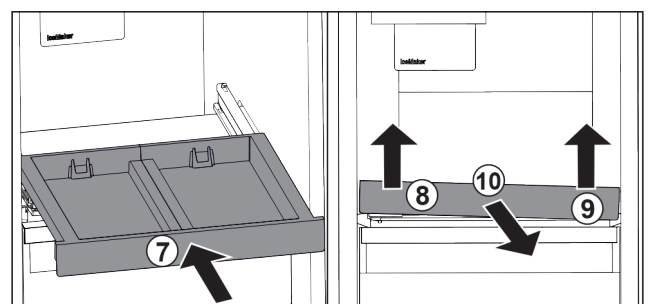

Fig. 31
- ▶ Вставити витяжну панель. Fig. 31 (7)
- ▶ Підняти витяжну панель спереду ліворуч. Fig. 31 (8)
- ▶ Підняти витяжну панель спереду праворуч. Fig. 31 (9)
- ▶ Витяжну панель витягнути вперед. *Fig. 31 (10)*